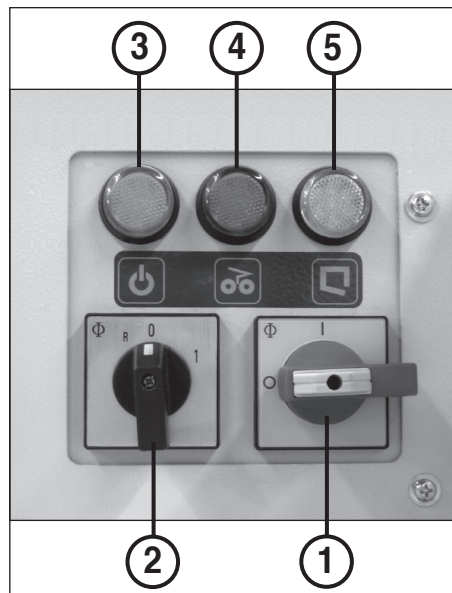

fig. 7
1. Tout d'abord le bloc de coupe se bloque. Le voyant de contrôle (4) (fig. 7) s'allume.
Répartissez le matériel ramené en arrière et reprenez la destruction avec une quantité plus petite. Pour ce faire, il faut tout d'abord éteindre la machine au niveau du commutateur rotatif (2) (figure 7) (position «0») puis la rallumer (position «1»).
Si le sac de réception est plein, la machine s'arrête automatiquement. Le voyant de contrôle (5) (fig. 7) s'allume. Vider alors le sac de réception comme suit:
- Ouvrir légèrement la porte (10) et aplanir le cône de déversement dans le sac de réception à la main.